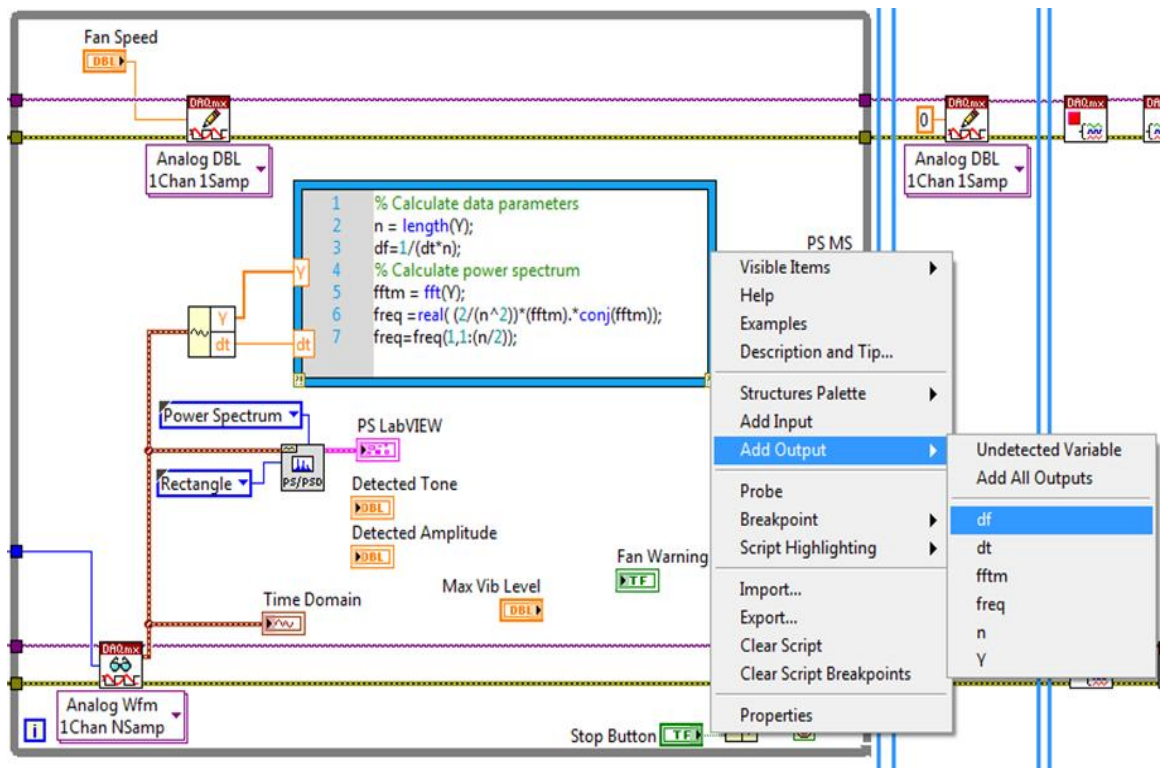

Figura 41. Clique com o botão direito na borda do MathScript Node para adicionar as entradas.
22. Conecte as saídas do VI Get Waveform Components nas entradas respectivas do MathScript Node (à esquerda do MathScript Node), conforme ilustrado na figura 41.